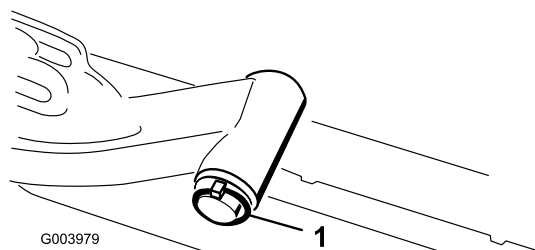

Figure 13
- A. Retirez la goupille à anneau et la rondelle qui fixent l'axe de pivot du bras de relevage au bras de relevage, et sortez l'axe de pivot du bras de relevage (Figure 13).
- C. Insérez l'axe du bras de relevage dans le bras de relevage et fixez-le à l'aide de la rondelle et de la goupille à anneau (Figure 13).